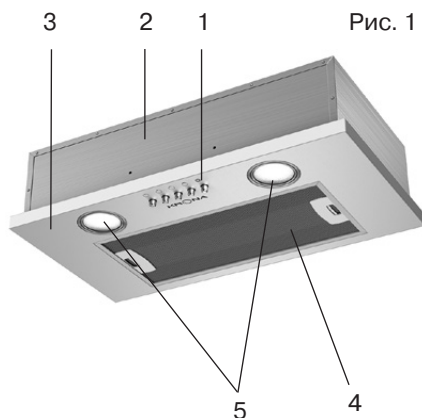

Рис. 1
Наружная часть вытяжки состоит из следующих составных частей (см. рис. 1):
С этой целью следует разместить корпус вытяжки (№ 2, рис. 1) таким образом, чтобы тыльная сторона корпуса, которая должна прижиматься к стене, оказалась на столе или на полу, а переключатель режимов работы вытяжки, находящийся на лицевой панели, был бы обращен в сторону проверяющего. Далее вытяжка подключается к электросети и производится ее проверка. Если вытяжка на всех режимах работает исправно, следует приступить к монтажу вытяжки. Если нет, следует обратиться в организацию, в которой Вы приобрели вытяжку или в гарантийную мастерскую.
- видимой частью кухонной вытяжки является съемная декоративная панель (см. рис. 1, позиция 3), а основной корпус вытяжки скрыт в подвесном шкафу;
- снять декоративную панель 3 (см. рис. 1), выкрутив два винта крепления.